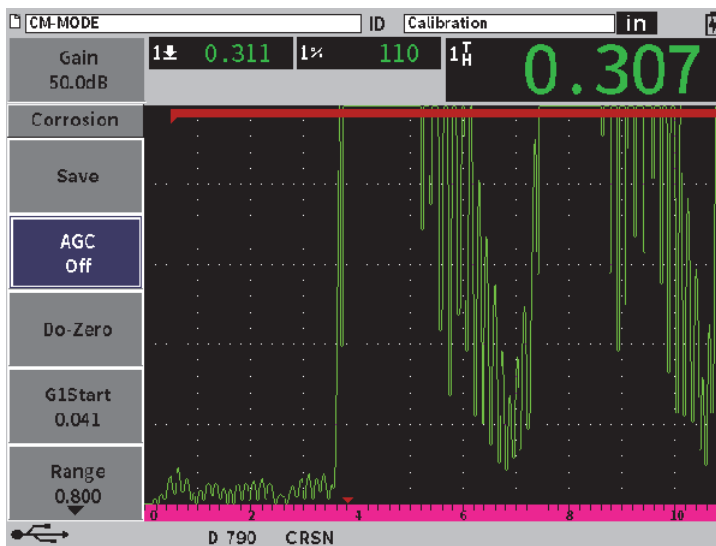

图 11-38 在精确模式中AGC被设置为关闭
2. 转动调节旋钮，将**AGC**设置为**Off**（关闭）（参见第209页的图 11-38）。